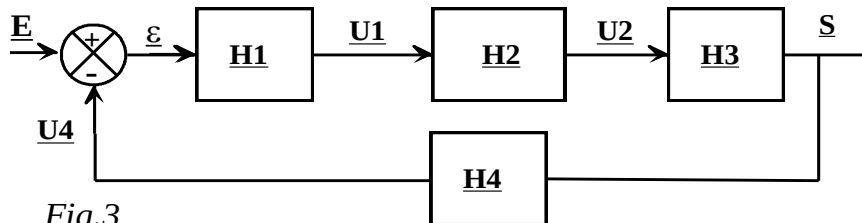

Fig.3
- 3) Pour le système de la figure 3 :
- Pour le système bouclé de la figure 3 établir la transmittance de boucle fermée: